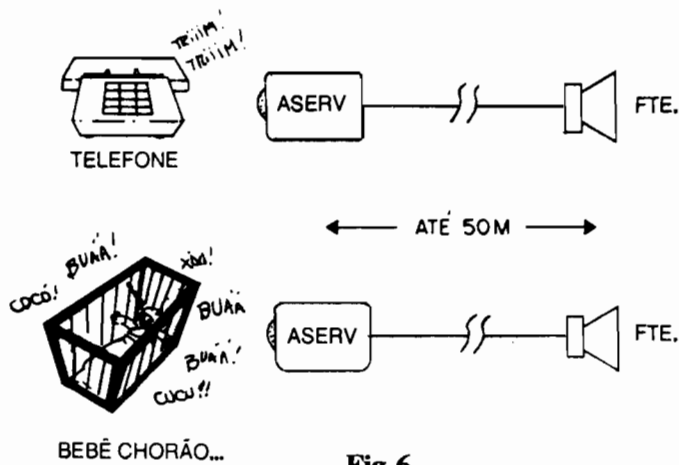

Fig. 6
- FIG. 6 - ALGUMAS SUGESTÕES BÁSICAS PARA APLICAÇÃO... - No primeiro exemplo, o ASERV é usado como “repetidor remoto” para a campanha de um telefone... No caso, basta posicionar o circuito (com o transdutor piezo incorporado...) próximo ao dito telefone, “puxando-se” dos pontos F-F os fios com destino ao alto-falante remoto, na necessária distância (até 50 metros...). Sempre que soar o sinal normal de chamada do telefone, “lá longe” o alto-falante do ASERV “apitará” em consonância... Notem que esse método é tecnicamente melhor do que muitos outros, de função correlata, já que nenhuma li-